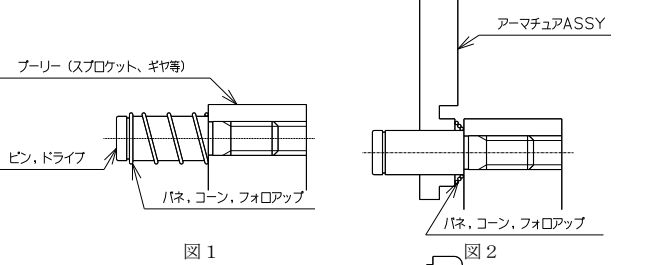

図 1
- バネ,コーン,フォロアップを径の小さい方がブーリ側になるように、ピン,ドライブに入れてください。(図 1)